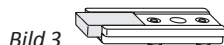

Bild 3
- A Füllstück Endlagendämpfung (814) in den Anschlag (813) (siehe Bild 3) eindrücken.